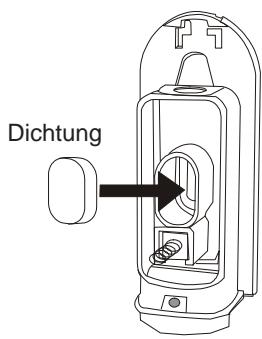

Abb.4
- Die ovale Gummidichtung einführen (serienmäßig mitgeliefert) wie in Abbildung 4 dargestellt.